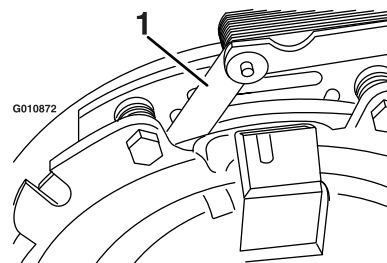

**Figura 79**
- B. Usando un alicate de punta fina, o a mano, sujete la pestaña y retire el suplemento (Figura 79).
Retire cualquier acumulación de hierba, suciedad u otros residuos de la rejilla del motor. Esto ayuda a asegurar una refrigeración adecuada y una velocidad de motor correcta, y reduce la posibilidad de sobrecalentamiento y daños mecánicos al motor (Figura 79).